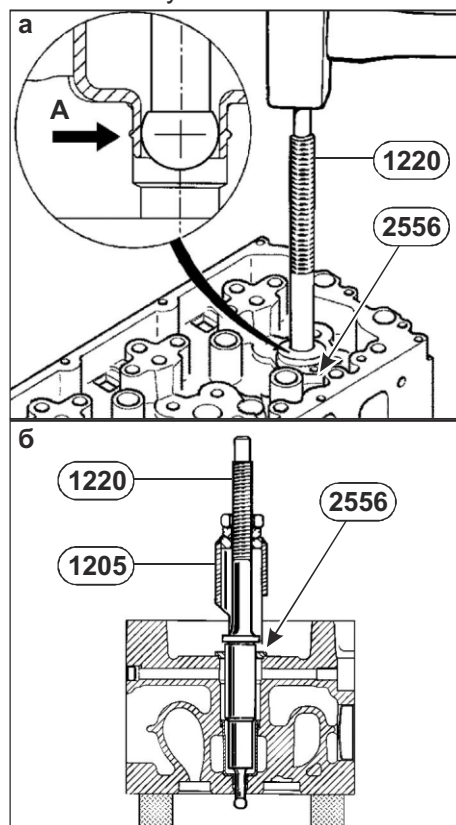

Рис. 65. Установка стакана форсунки.
5. Развальцевать в "А" (см. **Рис. 65а**), используя приспособление **1220**.
6. Снять приспособление **1220**, используя приспособление **1205** (см. **Рис. 65б**).